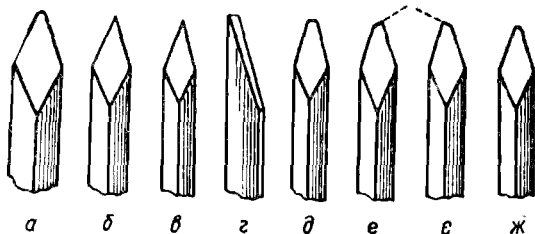

Рис. 22. Різці для різноманітних робіт.
**Різці.** Для роботи на токарному верстаті застосовуються квадратні, ромбовидні і фігурні різці (рис. 22). Для зовнішньої обдирочної обточки застосовують різець а